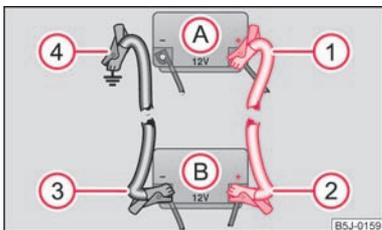

Abb. 142 Starthilfe mit der Batterie eines anderen Fahrzeugs: A - entladene Fahrzeugbatterie, B - stromgebende Batterie
- Befestigen Sie ein Ende ① am Pluspol \Rightarrow Abb. 142 der entladenen Batterie (A).
- Befestigen Sie das andere Ende ② am Pluspol der stromgebenden Batterie (B).